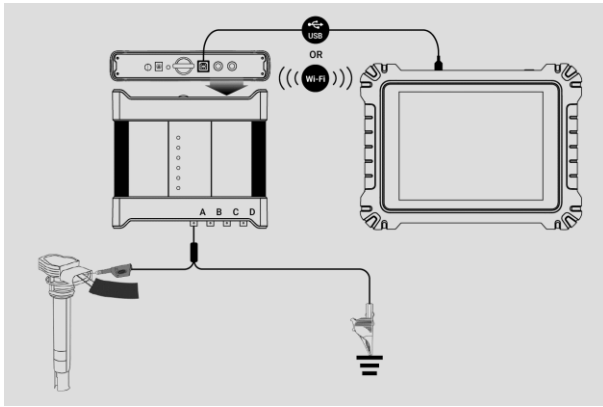

图 9-1 示波器连接图示例
1. 将 BNC 测试线或探针终端插入通道，完成接线步骤（参见图 9-1 示波器连接图示例）。